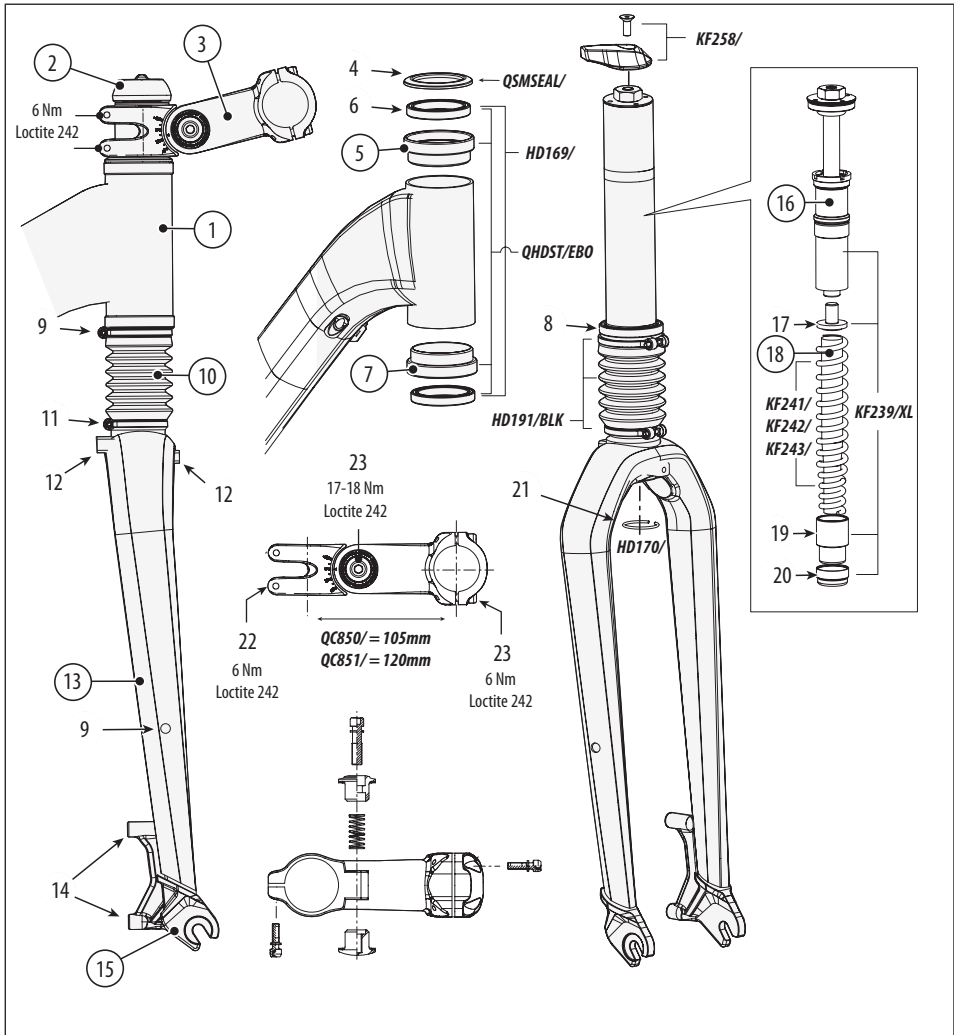

Abbildung 13.
Siehe Abbildung 13. Der Lenker kann nach unten oder nach oben versetzt werden. Um die Lenkerhöhe zu ändern, lösen Sie Befestigungsschraube des Vorbauwinkels (23) und setzen den Lenker danach höher oder tiefer. Wenn sich der Lenker in der gewünschten Position befindet, nutzen Sie einen Drehmomentschlüssel, um die Befestigungsschraube mit 17–18 Nm festzuziehen.